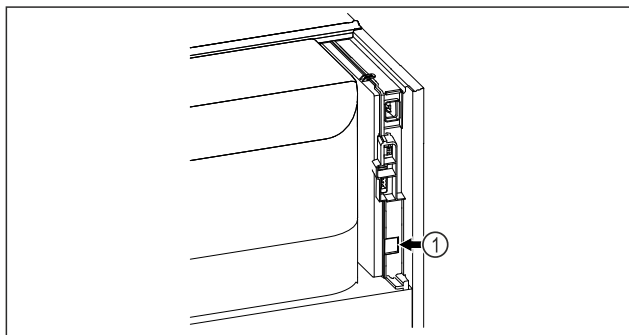

Fig. 171
- SmartModule Fig. 171 (1) är insatt.